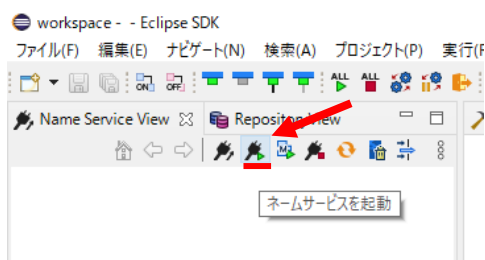

図 30 [Name Service View]の[ツールバー]内の[ネームサービスを起動]の場所
- ⑥ 図 30 のように[Name Service View]の[ツールバー]から[ネームサービスを起動]をクリック。